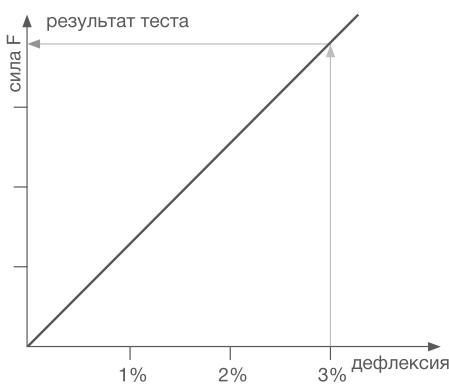

РИСУНОК 1.
- Кольцевая жесткость. Испытания в соответствии с EN ISO 9969 (см. рис. 1), ГОСТ Р 54475-2011 (п. 8,4),